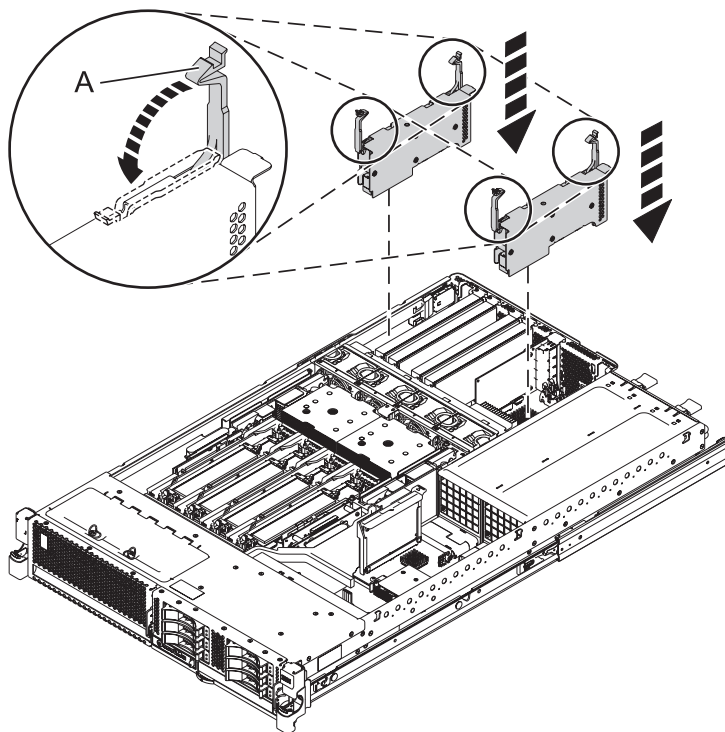

Figura 7. Instalación de adaptador en un sistema montado en bastidor
4. Gire de forma uniforme los pestillos a la posición de cerrado, tal como se muestra en la Figura 7.